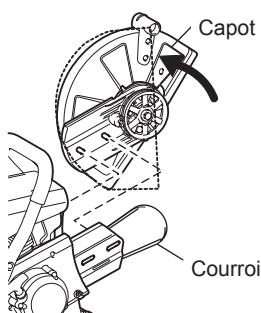

Fig. 2
- Faites pivoter le capot en position asymétrique. Retirez la courroie en V, puis le dispositif de coupe. Replacez la poignée. (Fig. 2)